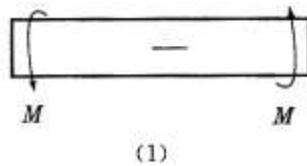

图 1
2. 如图 1、2 所示，两圆轴材料分别为低碳钢和木材，受扭后圆轴(1)出现了平行于轴线的裂纹，圆轴(2)沿横截面断裂。则_____。